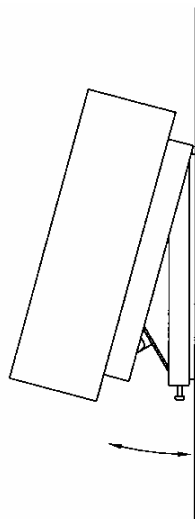

Fig. 1
- Die Schraube unten an der Leuchte lockern und den Schirm abheben. Siehe Fig. 1.